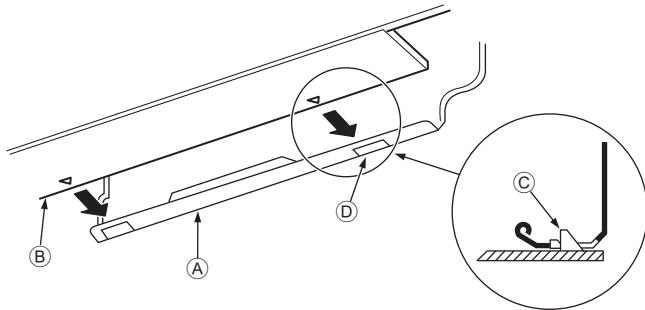

Fig. 3-15
3. Hängen Sie den oberen Teil der Innenanlage an die Montageplatte ①, während Sie die Kältemittelleitung und das Abflussrohr in die Wandöffnung (Tülle) einführen.
5. Befestigen Sie die Innenanlage, indem Sie sie gegen die Montageplatte ① drücken. (Fig. 3-15)
* Vergewissern Sie sich, dass die Knöpfe unten an der Innenanlage sicher in die Montageplatte ① eingehängt sind.
- ① Montageplatte
- ② Innenanlage
- ③ Haken
- ④ Rechteckige Öffnung